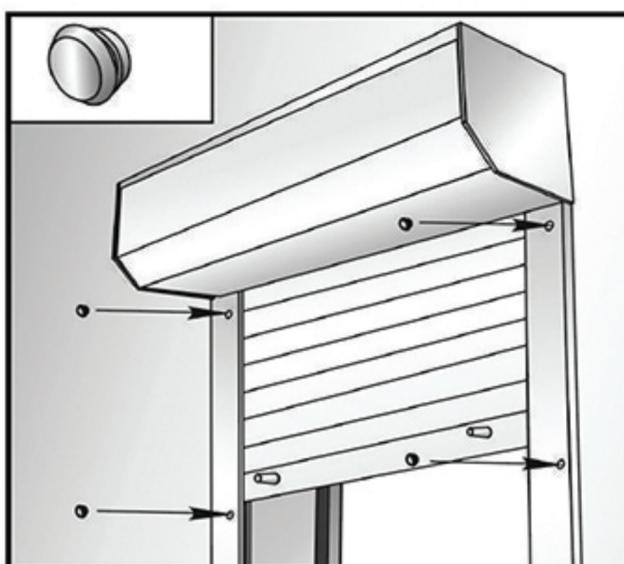

рис. 11
8. Технологические отверстия закрываются декоративными заглушками (рис. 11)